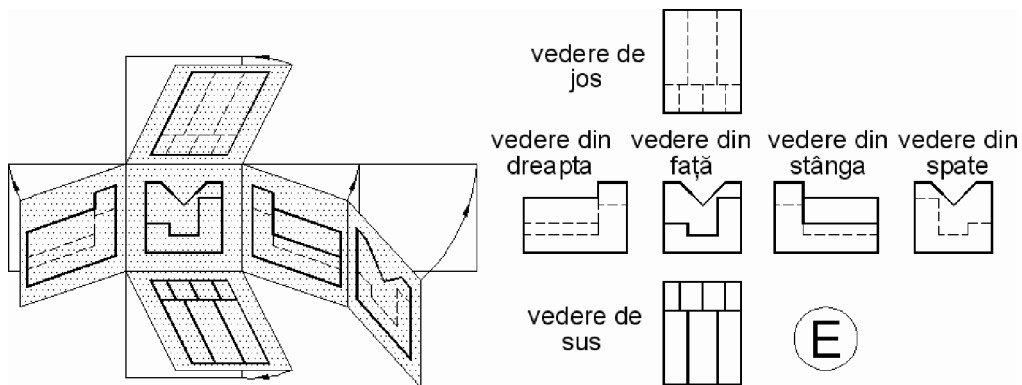
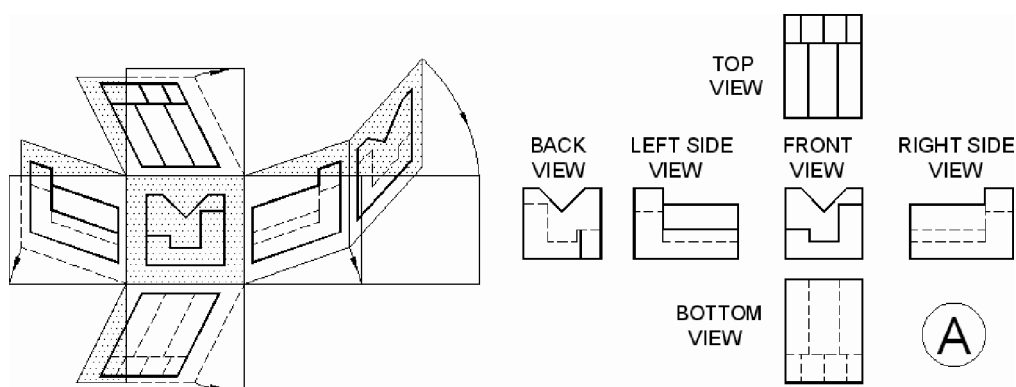

Fig. 10.5 Metoda europeană de dispunere a proiecțiilor
Fig. 10.6 Metoda americană de dispunere a proiecțiilor
- metoda primului triedru – numită metoda europeană (E) – Fig. 10.5;
- metoda celui de-al III-lea triedru – numită metoda americană (A) – Fig. 10.6.
Numele și poziția proiecțiilor principale pentru cele două metode de dispunere a proiecțiilor pot fi urmărite în Fig. 10.5 și Fig. 10.6.